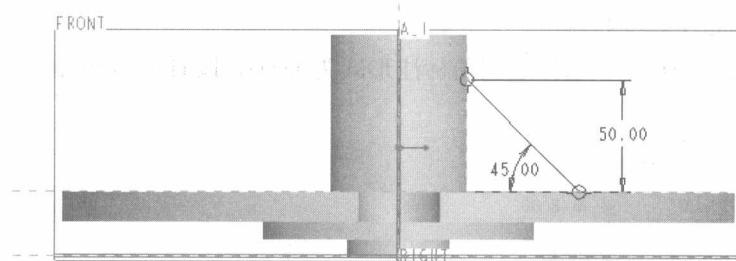

图 1-13 草绘
- (1) 单击 $\square$ (筋工具)按钮，打开筋工具操控板。
- (2) 在筋工具操控板中单击“参照”标签，打开“参照”上滑面板。接着单击“参照”上滑面板中的“定义”按钮。
- (3) 出现“草绘”对话框，选择 FRONT 基准平面定义草绘平面，默认以 RIGHT 基准平面为“右”方向参照，单击“草绘”按钮。
- (4) 绘制如图 1-13 所示的图形，单击 $\checkmark$ (继续当前部分)按钮。